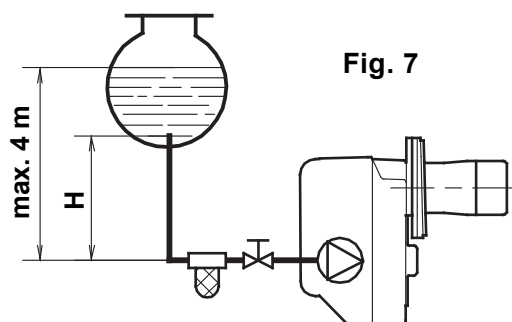
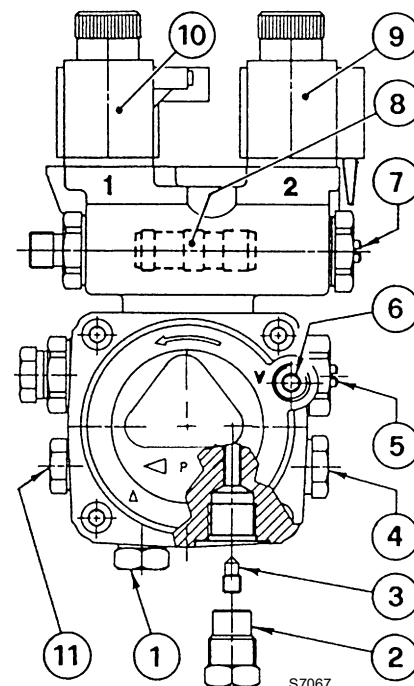

Fig. 7
Fig. 8
- La pompa è predisposta per funzionamento bitubo. Per il funzionamento monotubo è necessario svitare il tappo di ritorno (2), togliere la vite di by-pass (3) e quindi riavvitare il tappo (2), (vedi Fig. 8).
Nell'impianto di Fig. 7 è sufficiente allentare l'attacco del vacuometro (6, Fig. 8) ed attendere la fuoriuscita del combustibile.